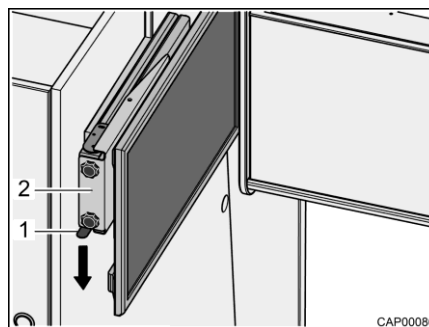

Bild 36 Utdrag med platt bildskärm
- Tryck låsfjädern (Bild 36,1) nedåt och dra ut utdraget (Bild 36,2) med den platta bildskärmen vågrätt i riktning mot fordonets mitt.
- Skjut in utdraget (Bild 36,2) med den platta bildskärmen vågrätt fram till anslaget. Låsfjädern (Bild 36,1) hakar fast hörbart.